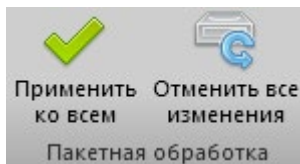

Рисунок 14
4. Если Вас не устроил результат, нажмите кнопку «Отменить все изменения» (рис. 14).